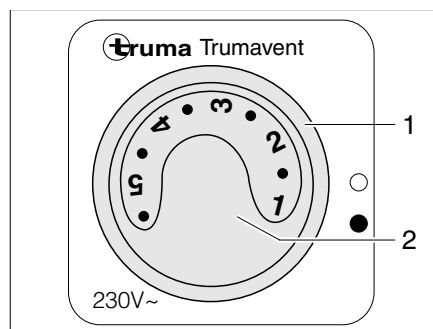

Fig. 105 Commutateur de commande du ventilateur à air pulsé (230 V)
- Mettre l'interrupteur tournant (Fig. 105,1) sur "●".
- Régler la puissance désirée du ventilateur à air pulsé à l'aide du bouton de commande (Fig. 105,2).
- Mettre l'interrupteur tournant (Fig. 105,1) sur "O".